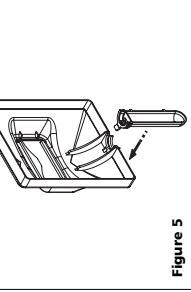

Figure 5
3. Pour fixer le manche, placer le masque à mains sur une surface nivelle et appuyer sur le manche jusqu'à ce qu'il soit en place. (Voir Figure 5.)